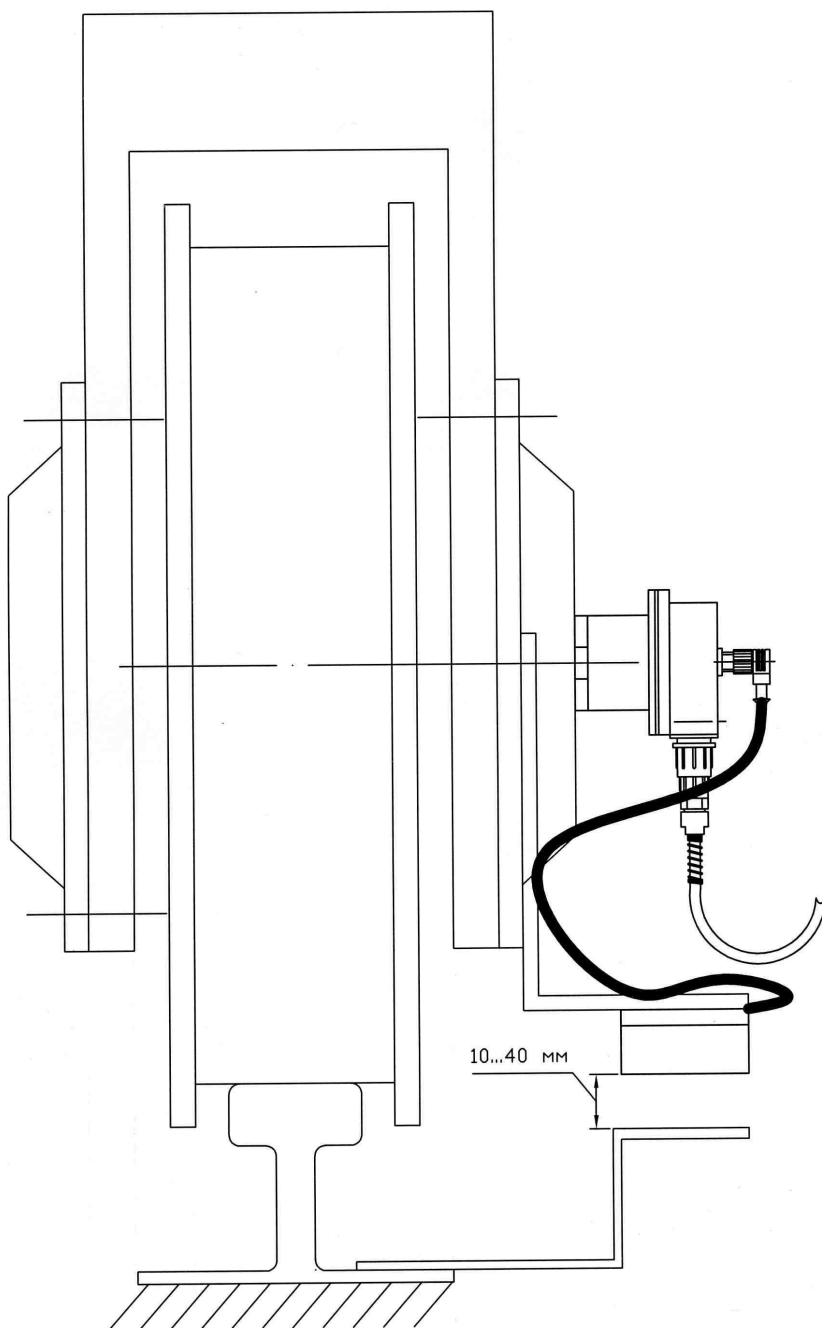

Рисунок 9 — Установка бесконтактного выключателя корректировки пути
При монтаже ось датчика азимута через переходную муфту без дополнительных редукторов необходимо соединить с опорно-поворотным устройством крана для датчика азимута (см. рисунок 9).
- с осью барабана грузовой лебедки для датчика высоты (см. рисунок 9 или 12);
- с осью ведомого ходового колеса для датчика пути (см. рисунок 9 или 12).